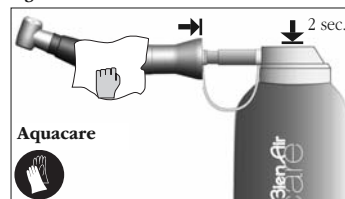

fig. 4
- Sprayer pendant 2 secondes l'intérieur et l'extérieur de l'instrument pour expulser les résidus et éliminer les restes de liquide physiologique **fig. 4**.